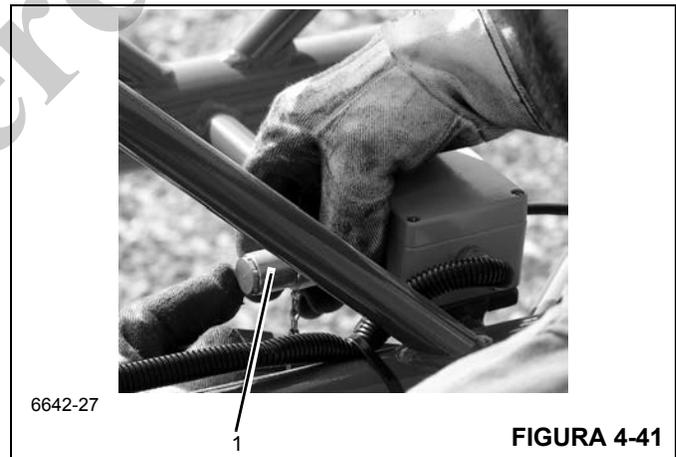

FIGURA 4-41
7. Conecte el conector del RCL (1) (Figura 4-41) a la caja de empalmes del RCL. El cable está almacenado en la sección de 7 m (23 pies).